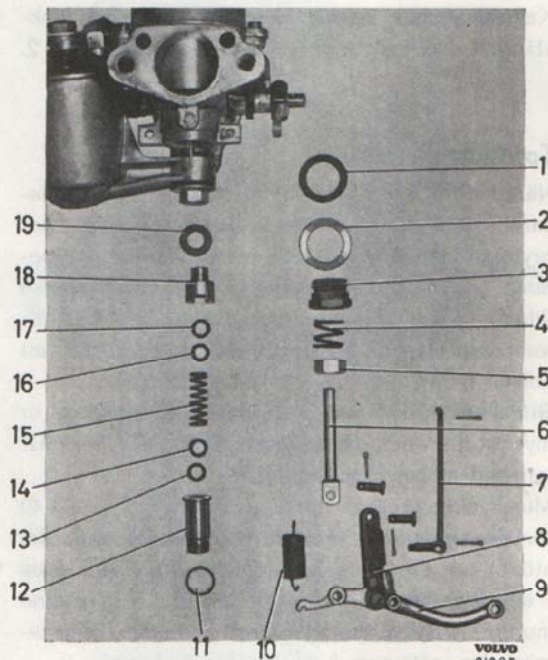

Bild 13. Munstycksanordning isärtagen.
2. Tag bort bulten för munstyckshuvudet och övre bulten för länken samt därefter hävarmen. Se bild 13.